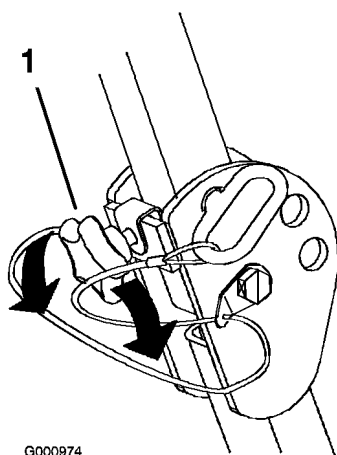

Figura 7
1. Para bajar la barra anti-vuelco, afloje los pomos delanteros (Figura 7).
Importante: Apriete los pomos delanteros contra los extremos de la barra anti-vuelco central (Figura 7).